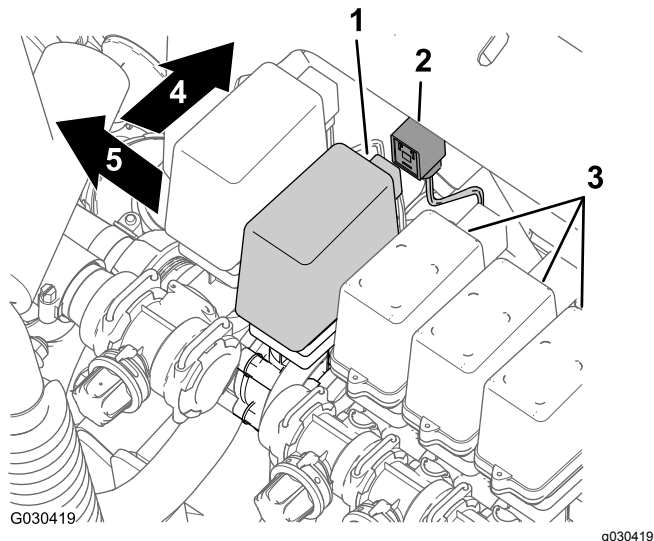

図 12
1. 車両後部で、車両の後後メインハーネスの 3 ソケットピンコネクタEDUCTORというラベルが付いているを外す 図 12。
- エダクタ用バルブの3枚刃コネクタから、メインハーネスのエダクタ用のコネクタを外す 図 12。